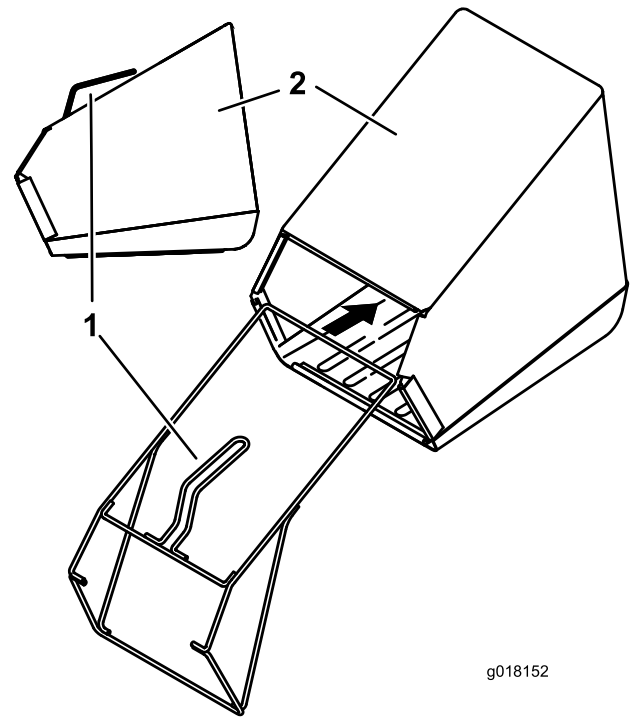

Figure 4
1. Insérez le bâti dans le bac à herbe, en prenant soin de laisser la poignée au-dessus du bac (Figure 4).